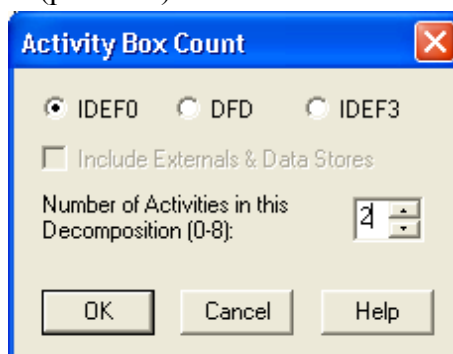

Рис. 3.3. Диалоговое окно декомпозиции блока
- Укажите тип диаграммы **IDEF0** (рис. 3.3.) и нажмите OK.